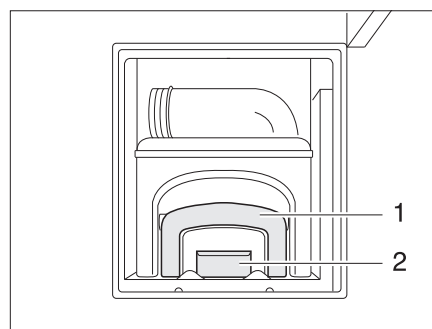

Fig. 285 Accès réservoir pour matières fécales, ouvert
- Actionner le déverrouillage (Fig. 285,2) et retirer le réservoir pour matières fécales (cassette) par la poignée (Fig. 285,1).